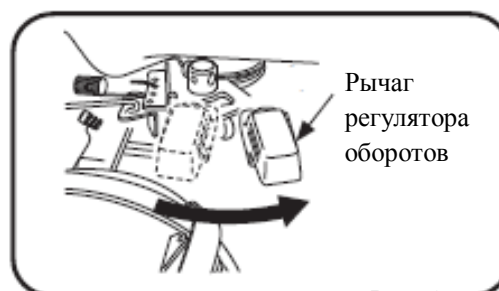

Рис. 5
3. Поставьте регулятор оборотов в среднее положение (см. рис. 5).